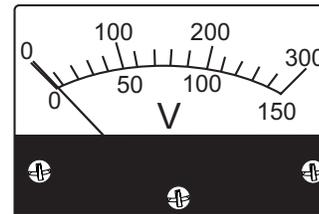

Figure 88. Voltmètre CA (zéro volt)
8. Vérifiez que le voltmètre CA (Figure 88) du générateur-soudeur indique zéro volt.